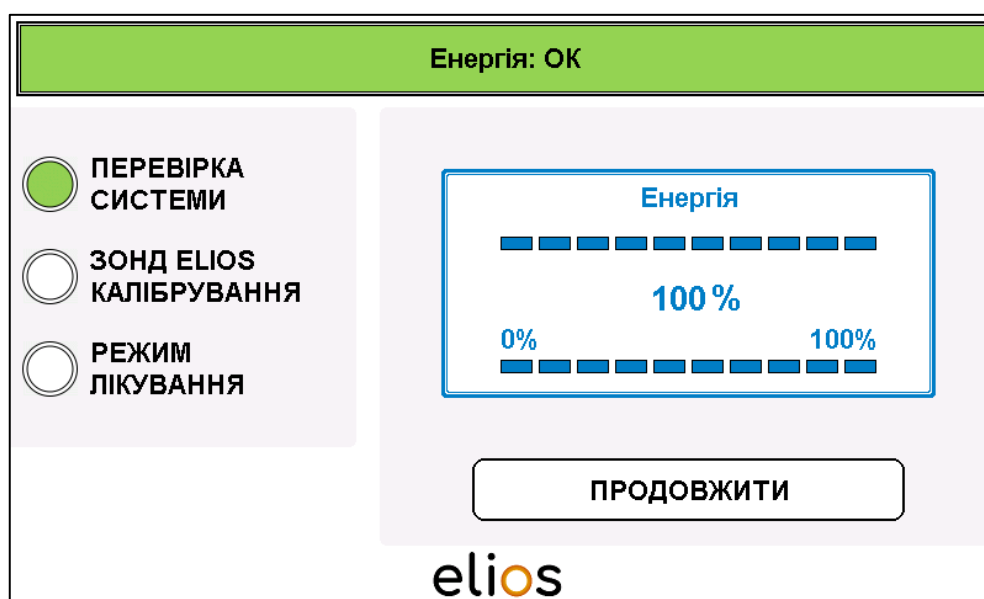

Рисунок 4.3. Внутрішній контроль енергії
- Щойно ножний перемикач буде відпущено, можна натиснути кнопку **«CONTINUE» (ПРОДОВЖИТИ)**, щоб перейти до пункту «ELIOS PROBE CALIBRATION» (КАЛІБРУВАННЯ ЗОНДА ELIOS) (Рисунок 4.3).